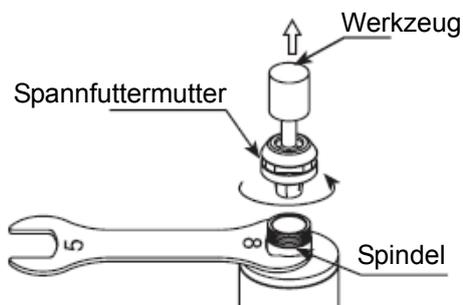

Abb. 21
- (1) Entfernen Sie das Werkzeug entsprechend des im obigen Abschnitt 11 "AUSTAUSCHWERKZEUG" genannten Verfahrens und entfernen Sie die Spannmuttergruppe (Abb. 21).
- (2) Die Spannzange und Spannmutter werden durch eine Nut in der Spannzange und einen Flansch in der Spannmutter zusammengehalten.